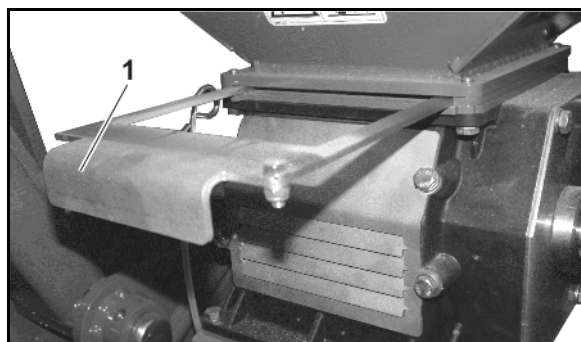

Рис. 78
- 2.2 Заслонку (Рис. 78/1) переместите до упора в дозаторе.